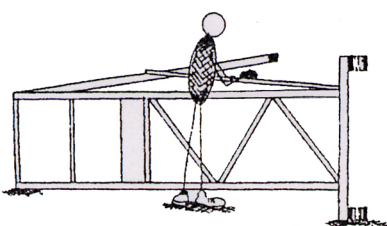

Fig. 4
5. Riagganciare la cerniera superiore (Fig. 4).